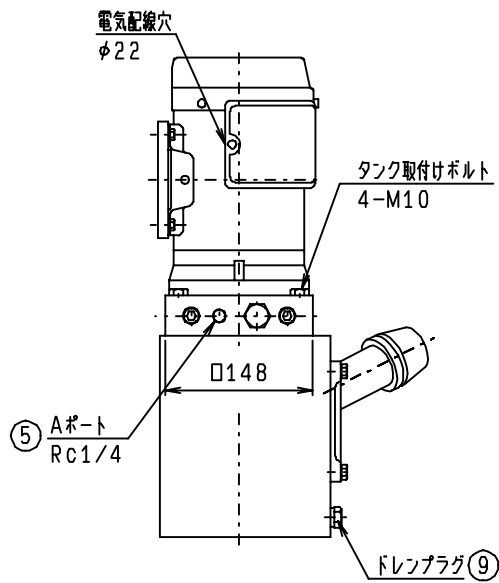

図3 左側面図
- (1) 本機はタンクを下側にして垂直に取付けて下さい。
- (2) モーターは全閉外扇形になっていますが、完全に密閉されていませんので屋外に取付けるときは、本機全体をカバーで覆って下さい。
- (3) 設置場所の環境は、通気性が良く、周囲温度10～40℃が理想的です。
- (4) 電源の配線は、電源側の端子を確実にビス止めし、端子箱のフタをして下さい。
- (5) 本機にはR c 1 / 4の吐出ポート (図3、4参照) が2ヶ所あります。ここへ接続する配管材料はR c 1 / 4を使用して下さい。他の部分の配管材料もR c 1 / 4、又は、それ以上のものを使用して下さい。
- (6) 使用する配管材料は、十分にフラッシングしたものを使用して下さい。
- (7) 配管材を接続する時は、漏れ防止のためシールテープ等を使用し、ネジ込みトルクは30 N・m 程度にして下さい。
- (1) 長時間使用により油漏れなどのため、作動油の最低油面のLレベル以下になった時は、作動不良の原因となりますので新油を補給して下さい。
- (2) 実使用时间約1000 hr 毎に、油の劣化による特性や寿命の低下防止のために全部の油を新油と交換して下さい。油を抜く時はドレンプラグ (図3参照) をスパナで取り外して行って下さい。